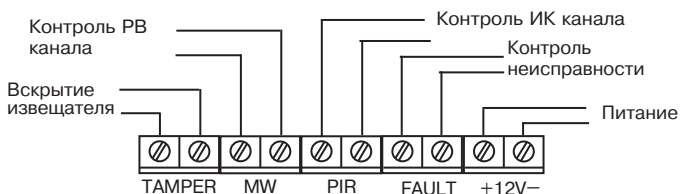

Рисунок 3 – Клеммы подключения
10.1 Маркированные клеммы (9) для подключения извещателя расположены в верхней части печатной платы (рисунок 3).